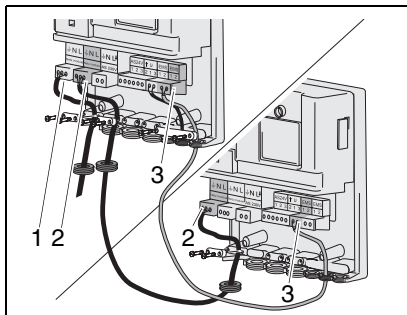

Fig. 4 Relier deux modules, effectuer le branchement au secteur
Pour relier deux ou plusieurs modules, la borne secteur (fig. 4, pos. 2) et la borne EMS (fig. 4, pos. 3) peuvent être reliés à d'autres composants.
- Effectuer le raccordement au secteur (fig. 4, pos. 1 et fig. 2, pos. 3).